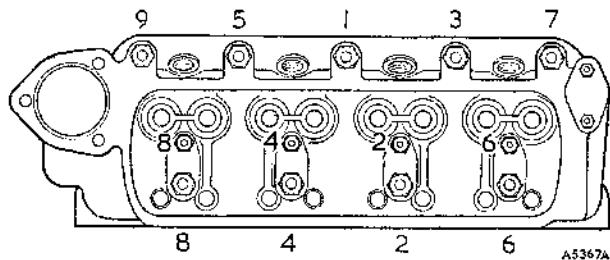

Fig. A.4
- (1) Retirar los filtros de aire (Sección A 1).
- (2) Vaciar el sistema de refrigeración (Sección C.1).
- (3) Sacar la tapa de balancines.
- (4) Aflojar gradualmente las tuercas del soporte del eje de balancines y las de culata, en el orden indicado en la Fig. A 4. Una vez la carga quitada, retirar las tuercas de soporte del eje de balancines, así como el eje y los soportes.
- (5) Quitar del soporte delantero el tornillo de fijación del eje.
- (6) Retirar el pasador hendido y las arandelas del extremo delantero del eje.
- (7) Deslizar del eje los balancines, soportes y resortes, tomando nota de sus posiciones relativas, para volverlos a montar correctamente.
- (8) Destornillar el tapón del extremo delantero del eje y limpiar los conductos de aceite.
- (16) Invertir el procedimiento de desmontaje.
- (17) Montar en la parte delantera del motor el extremo obturado del eje y el soporte roscado interiormente.
- (18) Apretar las tuercas de la culata y del eje de balancín, a la torsión recomendada y en el orden indicado en Fig. A 4.
- (10) Limpiar esmeradamente las caras de la culata y la parte superior del bloque de cilindros y montar una junta nueva, sin compuesto de junta ni grasa. La junta de culata lleva las marcas "TOP" (parte superior) y "FRONT" (parte delantera).
- (11) Apretar las tuercas de la culata y del eje de balancines, al par correcto y en el orden indicado en la Fig. A.4. El perno adicional del Cooper "S" deberá ser el último en apretarse. No apretarlo demasiado.
- (12) Ajustar el juego de los balancines de válvula, poner en marcha el motor y, cuando esté caliente, volver a comprobarlos.